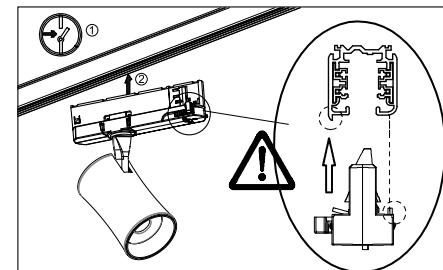

Рис. 2
- 5.7 Установите светильник в шинопровод. При установке необходимо соблюдать правильное расположение выступов на адаптере и шинопроводе (рис. 2). Зафиксируйте светильник в шинопроводе с помощью поворотного фиксатора на адаптере.